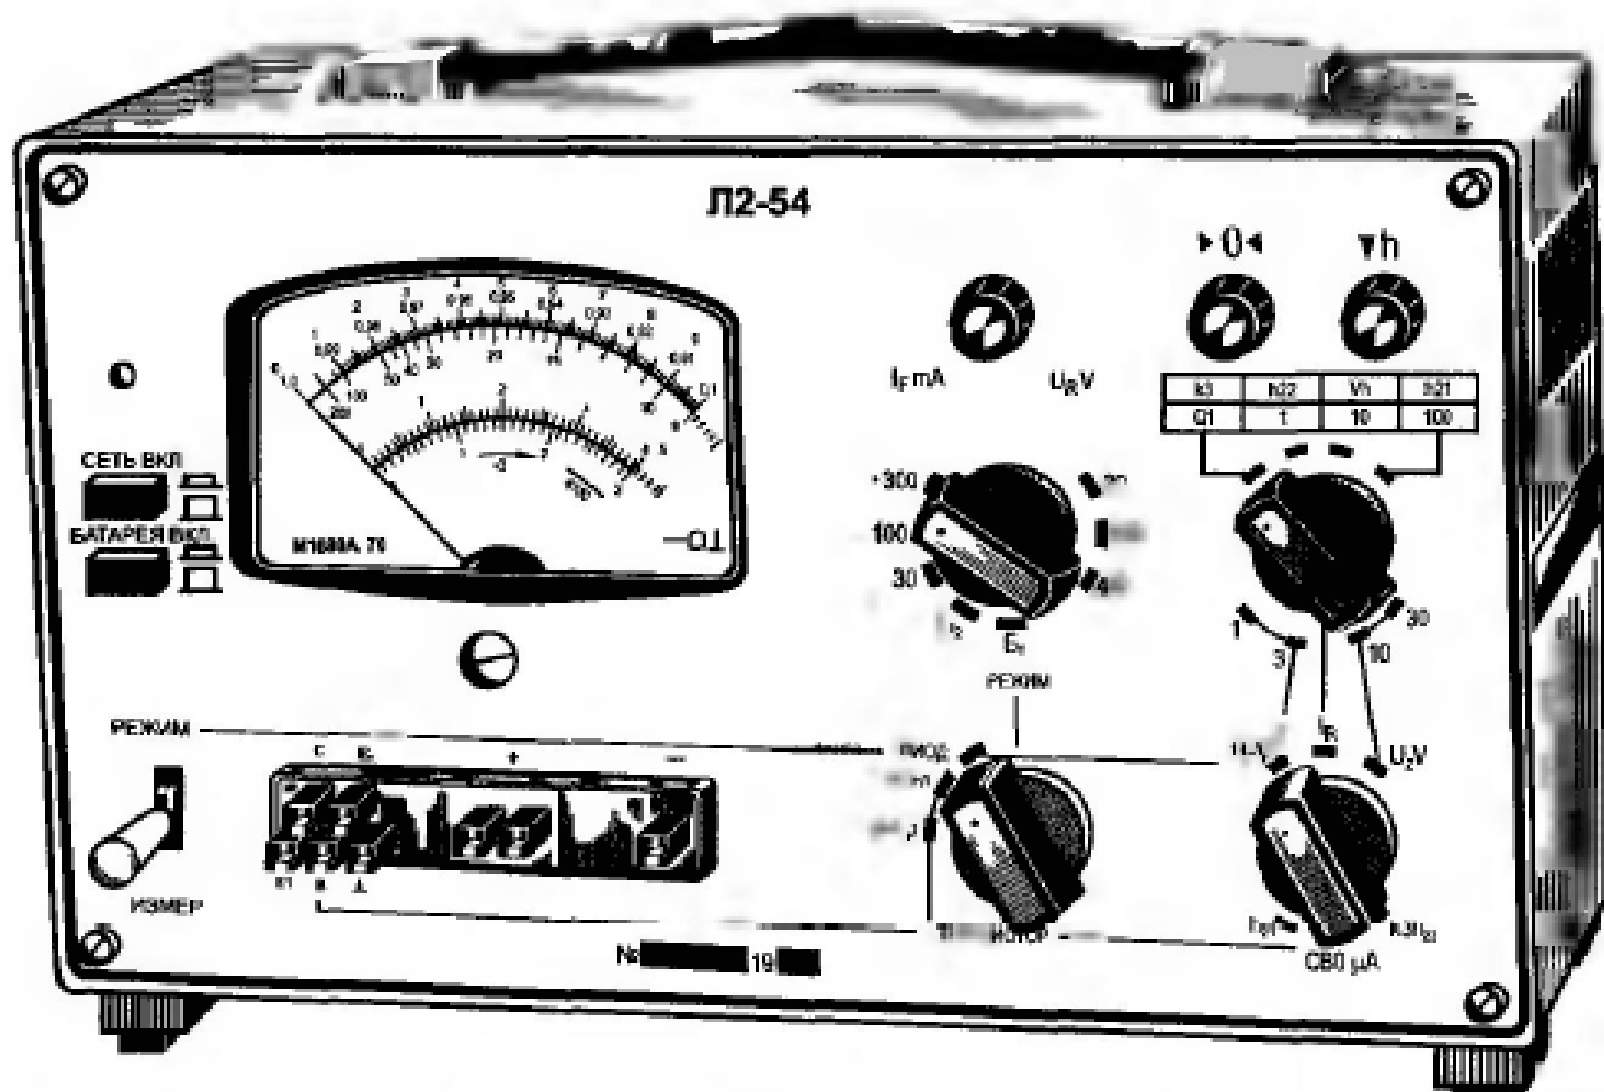

Рис. 8.3. Лицевая панель прибора П2-54
**8.1.** Определить полное название прибора, изображенного на рис. 8.3.